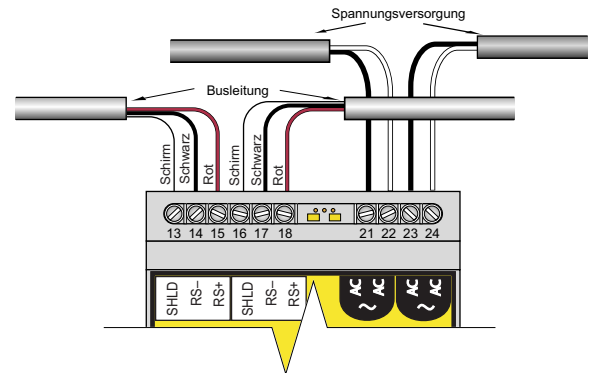

Abbildung 3. Spannungsversorgung und Busanschluss
Das TTSIM-2 überträgt sämtliche Alarm- und Statusmeldungen über geschirmte RS-485 Twisted-Pair-Busleitungen. Zwei der insgesamt vier Adern der Stromversorgung und Busleitung werden für Buszwecke benutzt, während die beiden anderen Adern zum Übertragen der Versorgungsspannung dienen. Alternativ kann für die Versorgungsspannung eine eigene Leitung verlegt werden (Abbildung 3). Abgesehen vom letzten TTSIM-2 sind an jedes Modul zwei Leitungen angeschlossen: eine Zuleitung vom TTSIM-128 oder einem anderen Host-System und eine Ableitung für den Anschluss an das nächstfolgende TTSIM-2.
- Als nächstes werden die vier Hauptadern auf einer Länge von etwa 6 mm abisoliert, um die folgenden Verbindungen herzustellen (Abbildung 3):